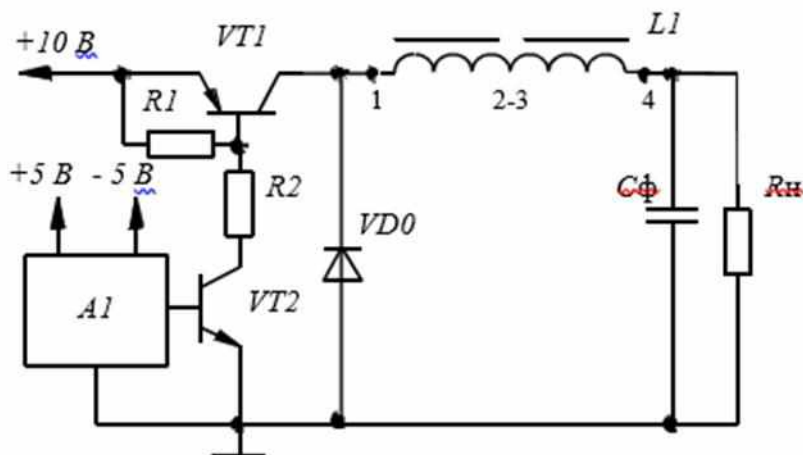

Рис. 1
Ознакомиться с теоретическими сведениями и методикой расчета ППН, схема которого приведена на рис.1. Рассчитать требуемые параметры и выбрать из справочника элементы силовой части преобразователя (ключ $VT1$, диод и конденсатор фильтра). Рассчитать КПД преобразователя учитывая потери в ключе, диоде и дросселе. При расчете принять следующие параметры:
3.1. Собрать на стенде схему регулятора постоянного напряжения в соответствии с рис.1
- 5.3. Что произойдет в схеме, если две обмотки дросселя включить не со-гласно, как на рис.1, а встречно?